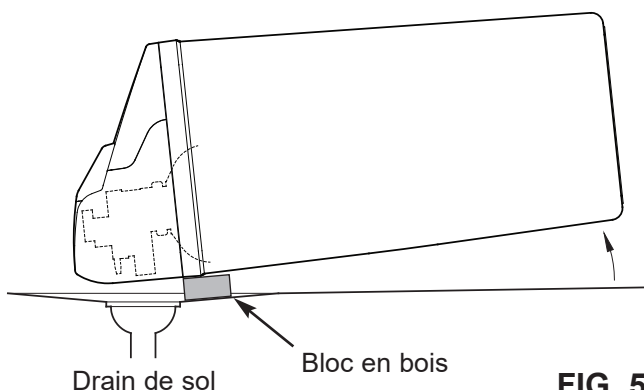

FIG. 58
6. Placez un bloc de 5 cm d'épaisseur près du drain de sol (consultez la figure 58).